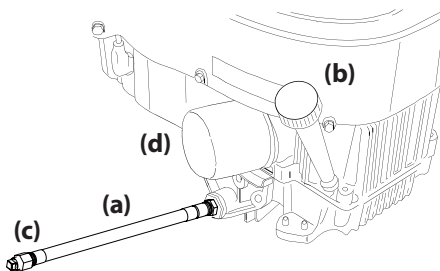

Figure 4-5
2. Repérez le boyau de vidange d'huile (a) sur le côté droit du moteur. Voir Figure 4-5.
4. Tenez l'extrémité libre du boyau de vidange d'huile (a) au-dessus du récipient, puis dévissez le bouchon à tête carrée (c) du boyau de vidange d'huile (a). Voir Figure 4-5. Vidangez l'huile du moteur dans le récipient.